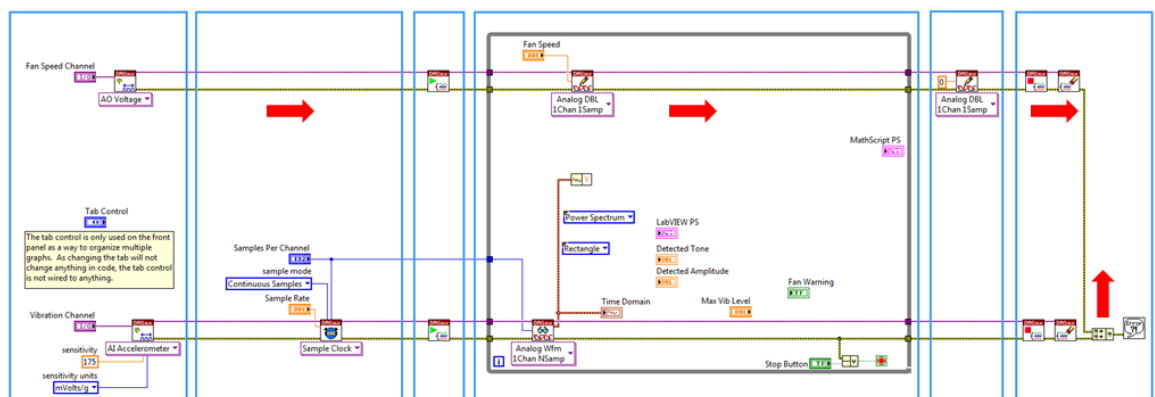

Figura 29. Os fios de erro e tarefa comunicam as informações entre cada um dos VIs no código.
11. Conecte os fios de erro e tarefa ao código, conforme visto na figura 29.